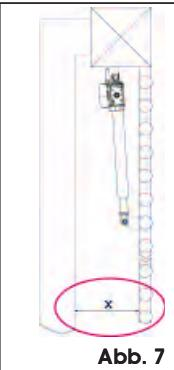

Abb. 7
**A** Nach der Montage des Antriebs sicherstellen, dass das Maß „X“ aus Abb. 7 mindestens 500 mm beträgt. Wenn das Maß „X“ weniger als 500 mm beträgt, muss an der in Abb. 7 markierten Stelle ein Aufpralltest entsprechend den Vorschriften der Norm UNI EN 12445 vorgenommen werden, wobei sicherzustellen ist, dass die gemessenen Werte den Vorgaben nach UNI EN 12453 entsprechen.
Wenn die Schubkraftwerte nicht unter die nach UNI EN 12453 vorgeschriebenen Werte fallen, MUSS der in Abbildung 7 markierte Bereich mit einer Schutzeinrichtung nach UNI EN 12978 abgesichert werden.